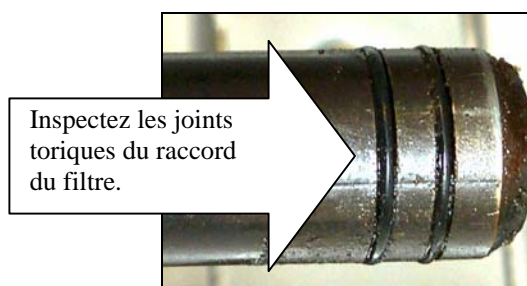

Figure 2
2. Inspectez le raccord du bac du filtre pour vous assurer que les deux joints toriques sont en bon état. (Voir la figure 2.)